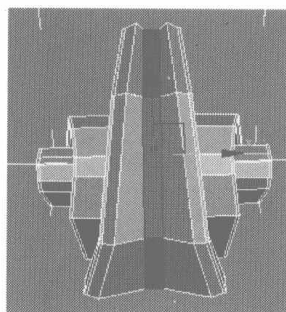
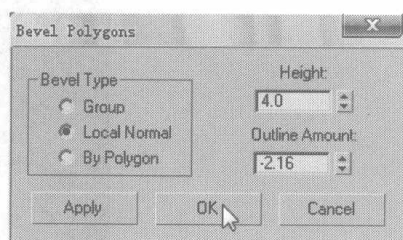
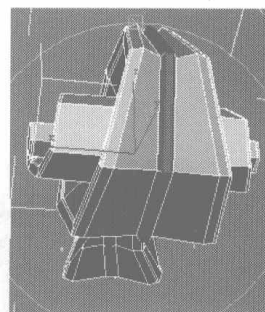

图 5.204
图 5.205
图 5.206
- 12** 选择如图 5.204 所示的面，单击 **Bevel** 右边的小按钮，在弹出的对话框中设置如图 5.205 所示参数，结果如图 5.206 所示。